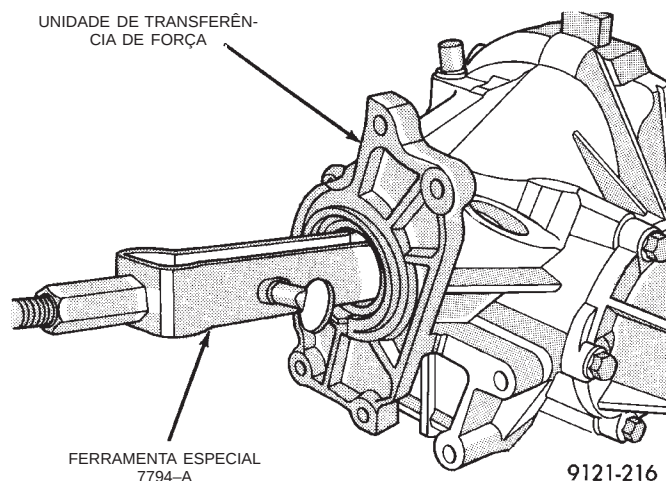

Fig. 19 Remoção da Vedação
(5) Utilize a Ferramenta Especial No. 7794-A (extrator de vedação) para remover a vedação (Fig. 19).